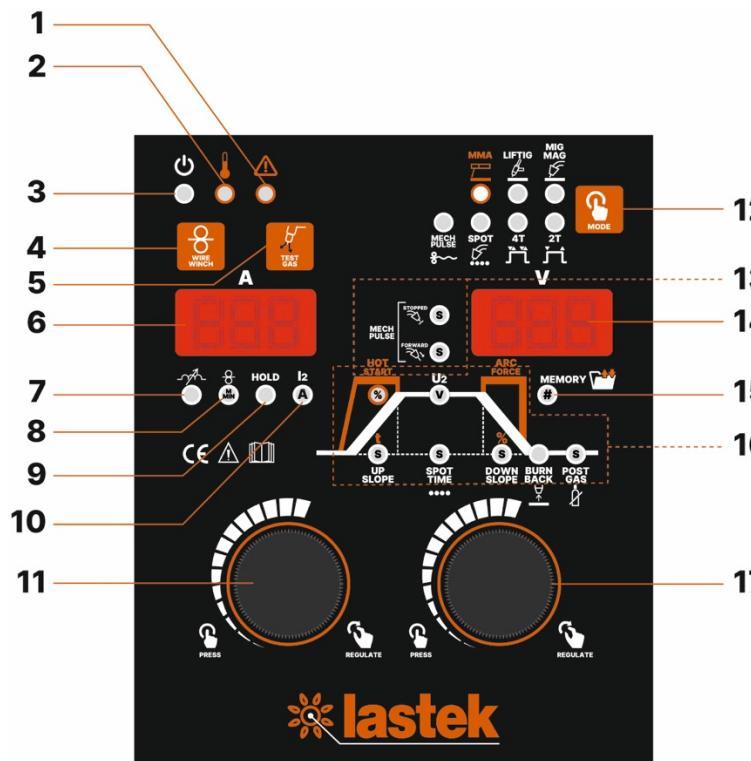
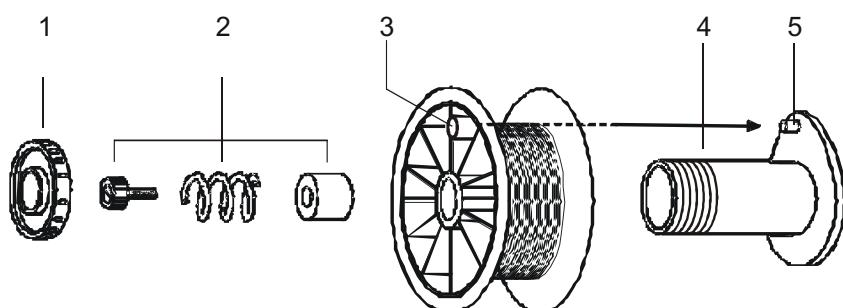

Fig. 1
Fig.2
- Draai de borgmoer (1 - Fig.2) los om de draadspoel op de draadspoelhouder (4-fig.1) te plaatsen. Controleer of het remssysteem (2- Fig.2) werkt, met de spindel (5- Fig.2) correct in de opening (3- Fig.2) gestoken. Draai de borgmoer vast nadat de draadspoel is geïnstalleerd.